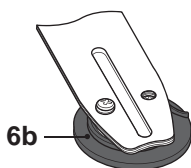
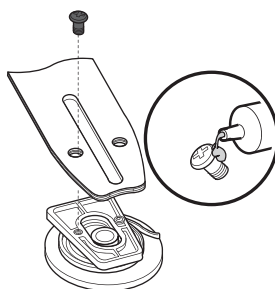

Fig.40
Fig.41
- > Ôtez le disque de tension [6b] du guide-chaîne après avoir enlevé sa vis de fixation (Fig.40). Retournez le guide-chaîne et fixez de nouveau le disque de tension avec la vis. Appliquez une goutte de colle adéquate sur la vis au préalable, afin de garantir qu'elle reste bien en place au moment du montage. (Fig.41).